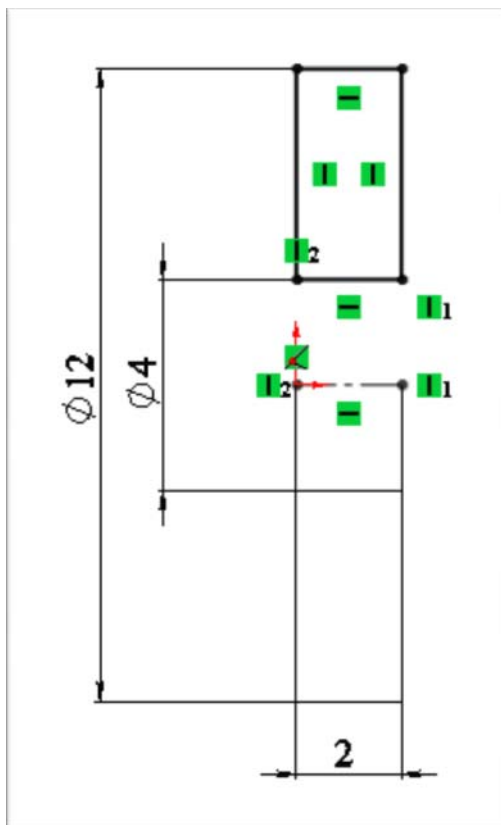

Рис. 2.74. Эскиз с размерами
9. Нарисуйте эскиз с размерами, показанными на рис. 2.74;